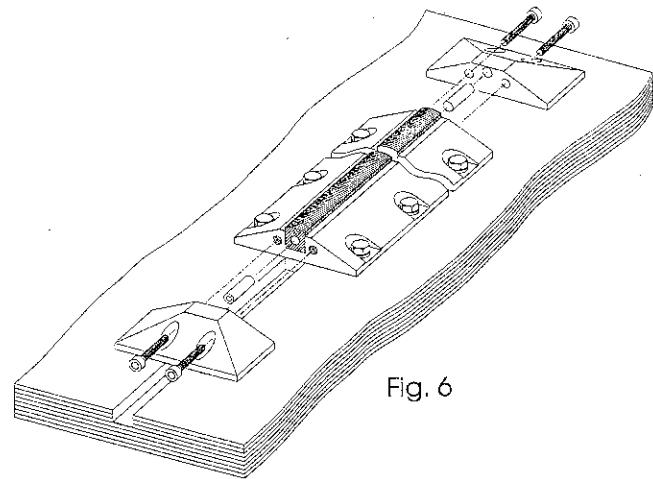

Fig. 6
- 8) Eseguire una piccola traccia nel terreno con sega circolare da asfalto per alloggiare il tubicino in PVC di collegamento tra la camera pneumatica ed il pressostato (Fig. 6).
- 9) Inserire sui fori del profilo pneumatico le due spine come da Fig. 6.
- 10) Fissare tramite la viteria in dotazione i due supporti terminali come da Fig. 6.
- 8) Cut a small channel in the ground with a masonry disk or diamond cutter and house the PVC tube which connects the pneumatic strip to the pressure switch (Fig. 6).
- 9) Fit the two securing pins into the holes on the pneumatic strip as shown in Fig. 6.
- 10) Use the supplied screws and bolts to fix the two supports as shown in Fig. 6.
- 8) Pratiquer une petite saignée dans le sol à l'aide d'une scie circulaire pour asphalte pour y loger le tube en PVC faisant office de liaison entre la chambre pneumatique et le pressostat (Fig. 6).
- 9) Fixer aux trous du profilé pneumatique les deux tétons comme indiqué en Fig. 6.
- 10) Fixer les deux supports d'extrémité au moyen des vis fournies comme indiqué en Fig. 6.